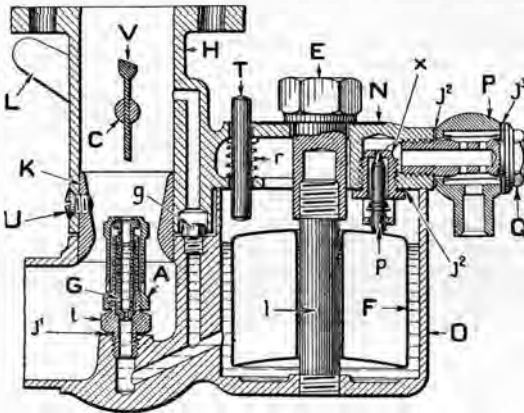

Fig. 25.
Denna visas i vidstående fig. 25 och de olika delarna äro följande:
- Startspjället (choken) visas ej i fig. 25, men det finnes anbragt i en hylsa utanför förgasarens luftintag.